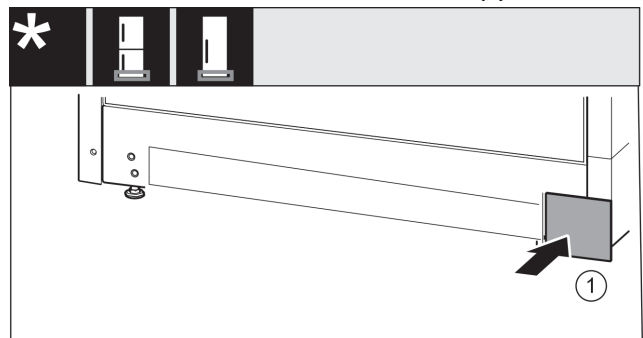

Fig. 37
- ▶ Kryt opäť nasadte na druhú stranu. Fig. 37 (1)